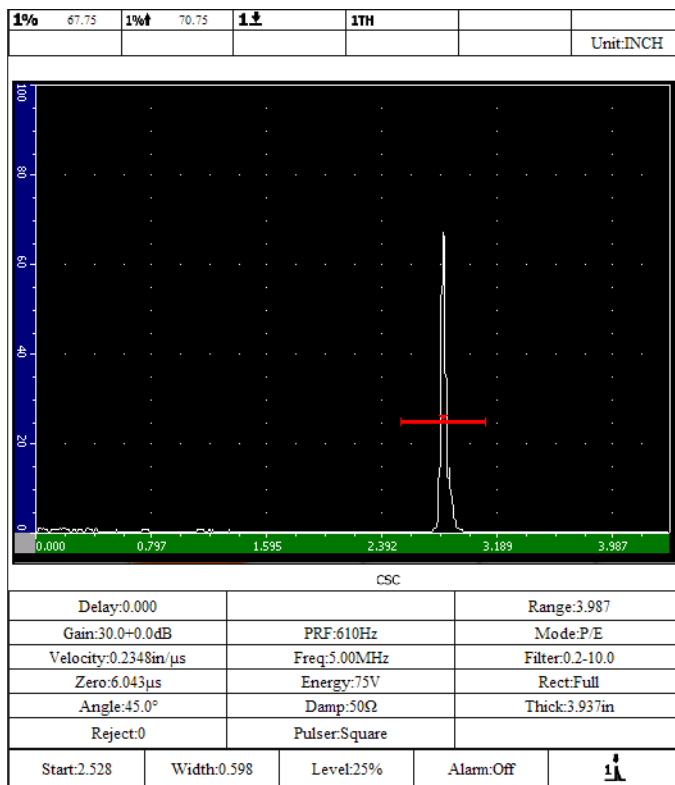

Figura 10-8 Esempio di rapporto
8. Premere i tasti **[2ND F]**, **[RECALL SETUP] (PRINT)** per stampare il rapporto sulla stampante definita al punto 6 (riferirsi all'esempio di rapporto illustrato in Figura 10-8 alla pagina 198).